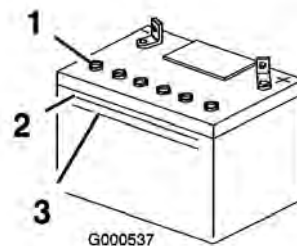

Figure 41
1. Observez le côté de la batterie. Le niveau de l'électrolyte doit atteindre le trait **supérieur** (Figure 41). Le niveau d'électrolyte ne doit pas descendre au-dessous du trait inférieur (Figure 41).
3. Enlevez les bouchons d'aération de la batterie (Figure 41)
4. Versez de l'eau distillée avec précaution dans chaque élément jusqu'au repère supérieur (Figure 41) sur le côté de la batterie.
5. Attendez cinq à dix minutes après avoir rempli les éléments. Au besoin, ajoutez de l'eau distillée pour amener le niveau jusqu'au repère supérieur sur le côté de la batterie (Figure 41).